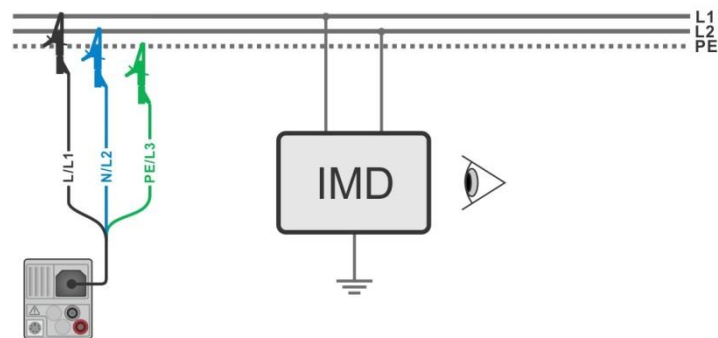

Abbildung 7.103: AUTO IT Messung
- › Schließen Sie die Prüflinien am Prüfling an, siehe **Abbildung 7.103**.